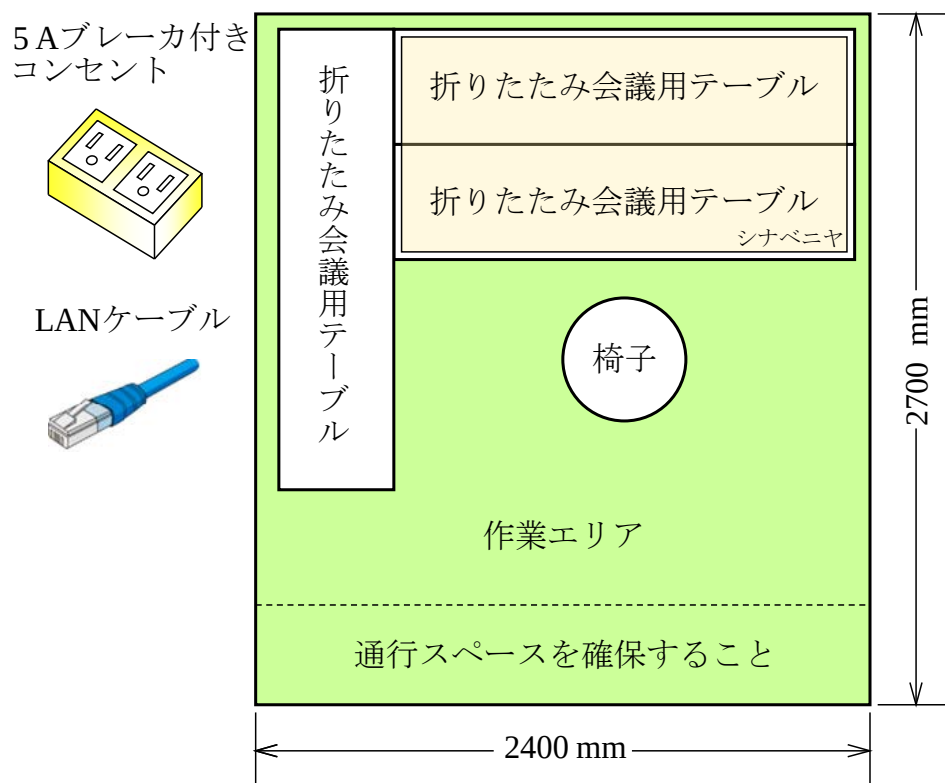

図 10.1 標準的な作業エリア
図 10.1 に示すように選手一人当たりの作業エリアの標準的な広さは、2,400 mm × 2,700 mm とする。ただし、各大会における競技会場の広さや参加選手数により、これより狭くなることがある。なお、図 10.1 に示すように作業エリアの後方は、人が通行できるスペース（おおむね幅 40 cm から 50 cm 程度）を確保しなければならない。
- 作業台は、図 10.1 に示す配置を標準とする。袖机の位置は変更してよい。ただし、作業エリア内に限る。また、袖机は使用しなくてもよい。
(2) 椅子
(3) 電源
- 各作業エリアには、AC100 V (アース付き) のコンセントソケット 2 口以上を主催者側で用意する。コンセントの位置は、図 10.1 に示す作業エリアの左上の床置きを標準とする。ただし、コンセント位置を 1 m 程度移動が可能なケーブル長を確保する。
(4) ネットワーク
(5) 照明
(6) プリンタ